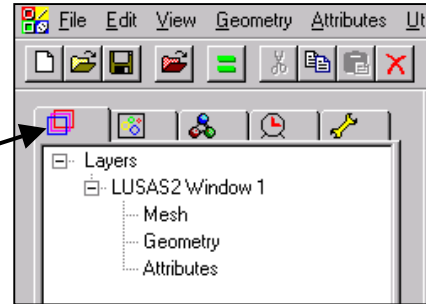

Fig. 32
- click dublu pe opțiunea **Geometry** din fereastra din stânga, meniul **Layers** (fig. 32)
- click dublu în fereastra din stânga, meniul **Layers**, opțiunea **Geometry** (fig. 32)